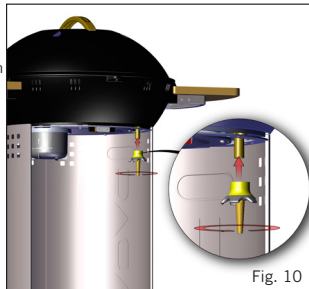

Fig. 10
- **BEMÆRK!** Når du monterer slangeforskrningen, skal du sørge for at du holder den lige mens du strammer møtrikken for at undgå utætheder. Stram med en passende skruenøgle. (Fig. 10)
- I 3B/P (30), I 3B/P (37) og I 3+ (28-30/37) apparatkategorier: Monter ventilen på slangeforskrningen på ventilen ved at skruen den på modsat urets retning. Tryk en slange af passende størrelse fast på ventilen på slangeforskrningen indtil den sidder ordentligt fast. På den anden ende, vedhæfte et passende lavt trykregulator (I3B / P (30): 30mbar butan / propan konfigurationer regulator, I3 + (28-30/37): 30mbar Butan regulator eller 37mbar Propan regulator), I3B / P (37) : 37mbar butan / propan konfigurationer tilsynsmyndigheder). Idet du igen sikrer dig at slangen sidder ordentligt fast. Den type slange anvendes, i overensstemmelse med den relevante EN-standard og find krav. I Sydafrika skal reguleringsanordningen være i overensstemmelse med SANS 1537.
- I 3B/P (50) apparatkategori: Skru en slange med de korrekte gevindskårne fittings på hver ende fast på det venstre 1/4 tomme BSP gevind på ventilen. Monter en passende 50 mbar lavtryksreguleringsanordning på den modsatte ende af slangen. Slangen anvendte samling skal overholde DIN 4815 del 2 eller tilsvarende.